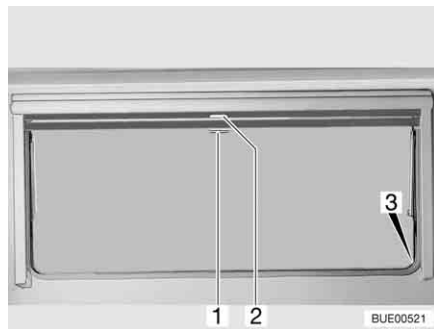

Fig. 106 Fenêtre projetante
- Tirer le store occultant vers le bas en le maintenant par la poignée (Fig. 106,2). Lorsque le store occultant est complètement fermé, l'accrocher des deux côtés du cadre de la fenêtre dans le dispositif de blocage (Fig. 106,3).
- Lorsque le store occultant est complètement fermé : Appuyer sur la poignée (Fig. 106,2) vers le bas tout en la tirant légèrement vers l'intérieur. Décrocher à droite et à gauche le store occultant du dispositif de blocage du cadre de la fenêtre.
- Si le store occultant se trouve dans une position intermédiaire : Tirer la poignée (Fig. 106,2) vers le bas jusqu'à ce que le dispositif de blocage se débloque.
- Tirer la moustiquaire par la poignée (Fig. 106,1) vers le bas et l'accrocher des deux côtés sur le cadre de la fenêtre dans le dispositif de blocage (Fig. 106,3).
- Appuyer sur la poignée (Fig. 106,1) vers le bas tout en la tirant légèrement vers l'intérieur. Décrocher à droite et à gauche la moustiquaire des dispositifs de blocage du cadre de la fenêtre.